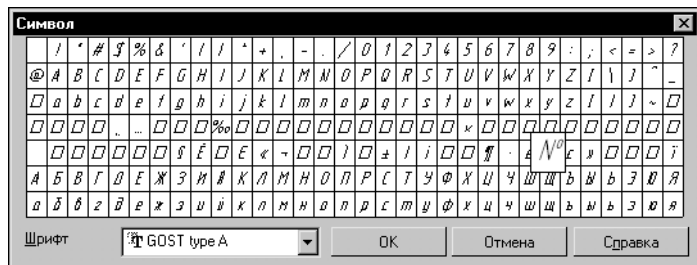

Рис. 22.26. Выбор символа
12.2. В появившемся на экране диалоге **Символ** выберите из раскрывающегося списка шрифт *GOST type A* (рис. 22.26).